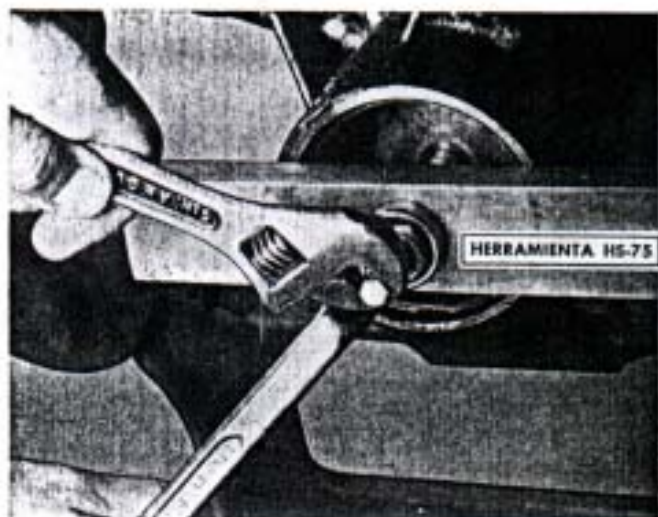
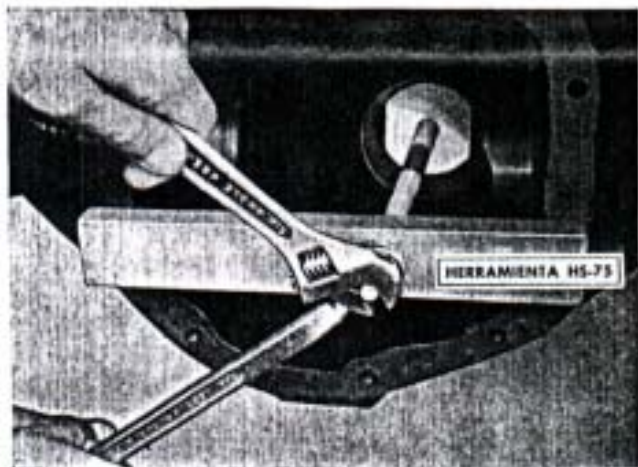

Fig. 218. — Extrayendo la cubeta del cojinete delantero del piñón de mando, con la herramienta HS-75.
Fig. 219. — Extrayendo la cubeta del cojinete trasero del piñón de mando, con la herramienta HS-75.
- Con la herramienta HS-75 retirar la cubeta del cojinete delantero (Fig. 218) y luego la del cojinete trasero (Fig. 219), sacando también los suplementos de ajuste que con-